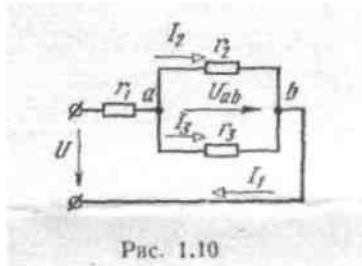

Рис. 1.10
3. На рис. 1.10 показана схема электрической цепи с резисторами, сопротивления которых  $r_1 = 18 \text{ Ом}$ ,  $r_2 = 30 \text{ Ом}$ ;  $r_3 = 20 \text{ Ом}$ . Определить токи в ветвях, если напряжение  $U = 120 \text{ В}$ .